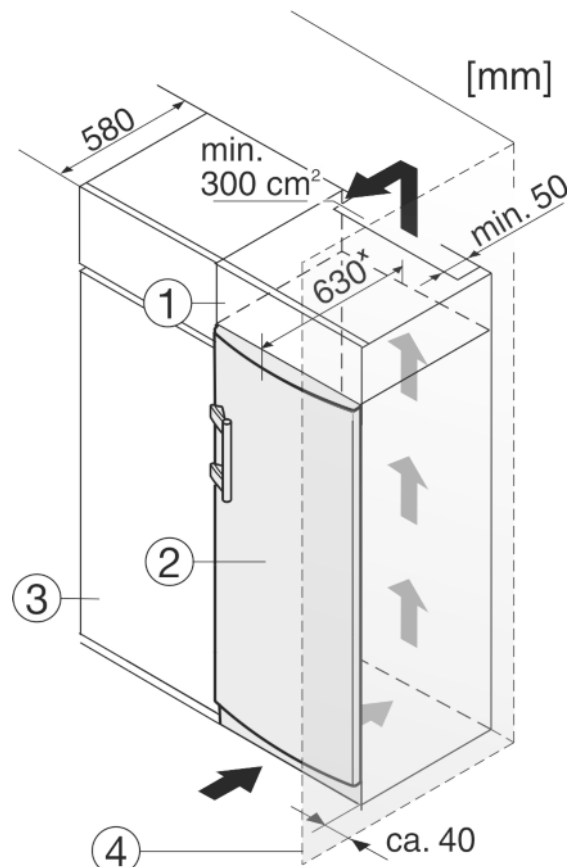

Fig. 10
- (1) Mobile da appoggio
- (2) Apparecchio
- (3) Mobile da cucina
- (4) Parete
L'apparecchio può essere incassato in mobili da cucina. Per adattare l'apparecchio Fig. 10 (2) all'altezza della cucina componibile, è possibile applicare sopra l'apparecchio un mobile da appoggio Fig. 10 (1).
Si la cocina posee armarios (profundidad máx. 580 mm), el aparato se puede colocar directamente junto al armario de cocina Fig. 10 (3). El aparato sobresale 34 mm^x por los lados y 50 mm^x en el centro del aparato respecto al frente del armario de cocina.
Se l'apparecchio con cerniere viene installato accanto ad una parete Fig. 10 (4), la distanza minima fra l'apparecchio e la parete deve essere almeno di 40 mm, che corrisponde alla sporgenza della maniglia con la porta aperta.